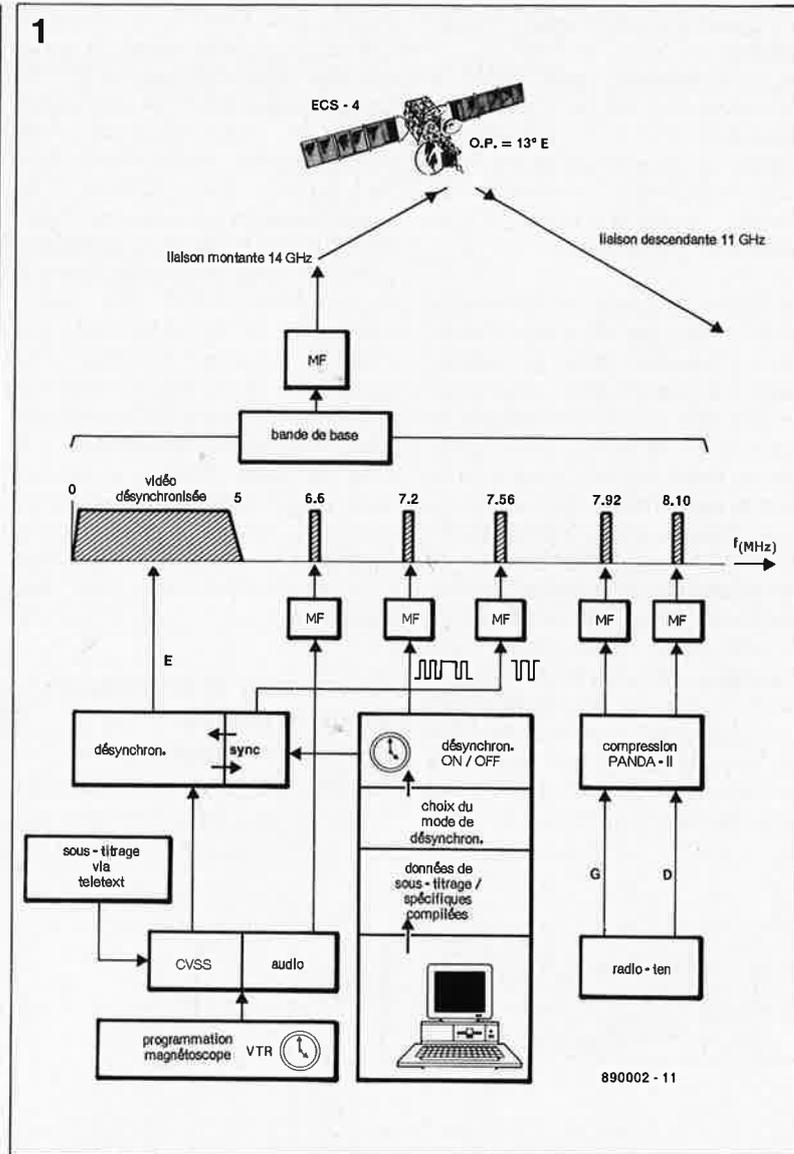

Figure 1. Synoptique de l'équipement présent à la station d'émission vers le satellite (*uplink*) pour le répéteur 9-W-V d'ECS-4.
La **figure 1** donne le synoptique d'une station d'émission pour le canal 9 d'ECS-4. Le signal montant (*uplink*) que doit relayer le répéteur 9-W-V est modulé en fréquence (MF) et occupe une bande passante d'une largeur de 8,5 MHz environ. La première partie de cette bande passante, comprise entre 0 et 5 MHz, est attribuée à un signal vidéo composite et à la sous-porteuse chrominance PAL qui lui est associée. Le reste du spectre attribué à ce canal est occupé par un certain nombre de sous-porteuses MF:
- la sous-porteuse des données spécifiques, de sous-titrage et de "mode de traitement" sur 7,2 MHz (MF),
- les impulsions de synchronisation composite sur 7,56 MHz (MF),